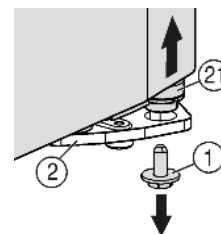
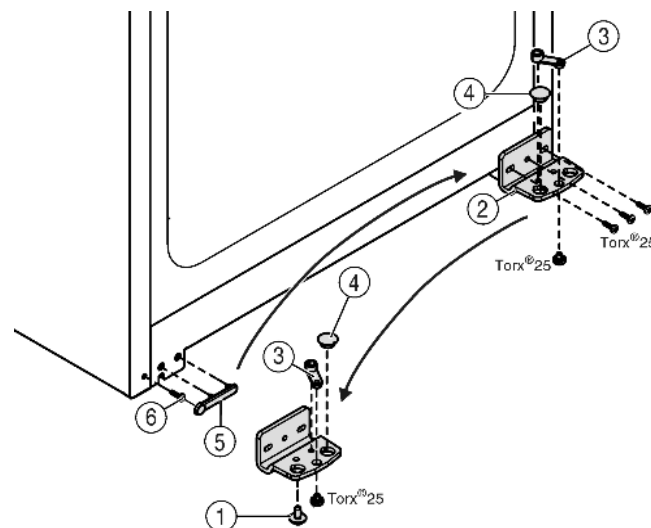

Fig. 5
Fig. 6
- ▶ Dévisser la vis de blocage du support d'appui Fig. 5 (1) en bas à droite.
- ▶ Le pivot d'appui Fig. 5 (21) se desserre du support d'appui Fig. 6 (2).
- ▶ Si le pivot d'appui Fig. 5 (21) ne se débloque pas poussez-le par le bas.
- ▶ Dévisser le support d'appui Fig. 6 (2).
- ▶ Dévisser l'élément pivotant Fig. 6 (3) et le permuter dans le trou opposé du support d'appui, revisser à fond.
- ▶ Retirer le bouchon Fig. 6 (4) du support d'appui et le placer dans le trou du côté opposé au support d'appui.
- ▶ Retirer le cache Fig. 6 (5) côté poignée avec précaution.
- ▶ Retirer la vis Fig. 6 (6) et la revisser sur le côté opposé.
- ▶ Remettre en place le cache Fig. 6 (5).
- ▶ Revisser le support d'appui Fig. 6 (2) sur le nouveau côté charnière, en utilisant une visseuse sans fil si nécessaire, avec un couple de serrage de 4 Nm.
- ▶ Visser la vis d'arrêt *Fig. 5 (1)* en bas dans le pivot d'arrêt et la serrer à fond (**avec 4 Nm**).